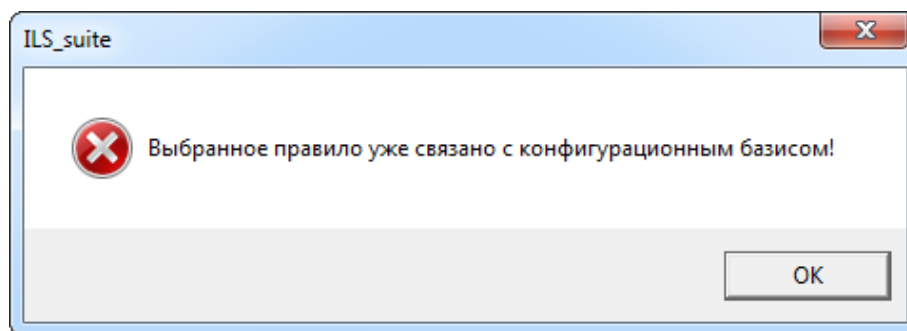

Рис. 10-189 – Сообщение об ошибке при попытке повторного включения правила в базис
- 2) Нажать кнопку «Добавить существующее» на вкладке «Правила». После этого появится окно «Поиск» (рис. 10-189).